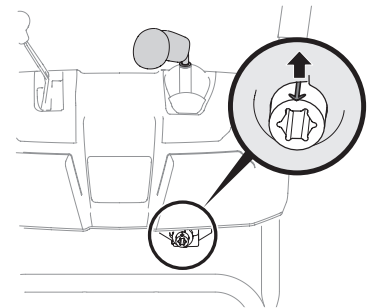

Figura 2-31
5. Gire la palanca de control hasta la posición de la 1 en punto de manera que la flecha indicadora plateada del engranaje del piñón que está debajo del tablero de control quede orientada hacia arriba. Consulte Figura 2-31.